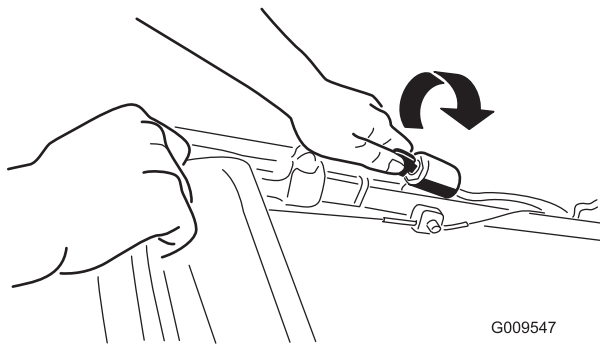
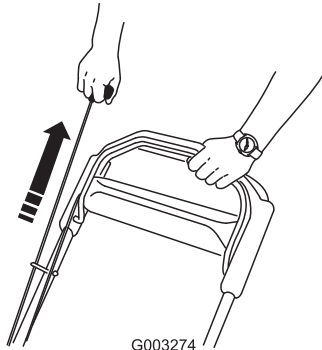

Bild 16
Bild 17
- Drehen Sie den Zündschlüssel (Bild 16) oder ziehen Sie am Rücklaufstartergriff (Bild 17).
Hinweis: Ziehen Sie leicht am Rücklaufstarterbügel, bis Sie einen Widerstand spüren. Ziehen Sie ihn dann kräftig durch (Bild 17). Lassen Sie das Seil langsam zum Bügel zurücklaufen.